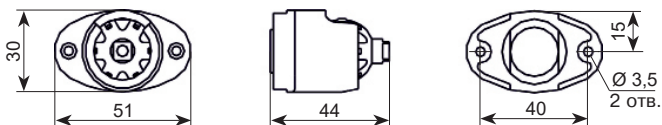

Рисунок 3 – Габаритные и установочные размеры кронштейна (размеры указаны в мм)
- вложить гайку в паз сферы (16);
- вложить в основание кронштейна (1в) сферу (16), затем втулку (1а).
6.2 Собранный кронштейн прикрепить шурупами к стене (потолку) в выбранном месте установки. Габаритные и установочные размеры кронштейна представлены на рис. 3. Корпус кронштейна допустимо использовать в качестве шаблона для разметки крепежных отверстий на монтажной поверхности.